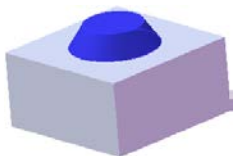
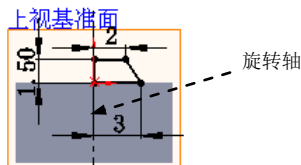

图 16.6.25 旋转 1
图 16.6.26 横断面草图
(3) 定义拉伸深度属性。
① 定义深度方向。采用系统默认的深度方向。
② 定义深度类型和深度值。在“凸台—拉伸”对话框 **方向 1** 区域的下拉列表中选择 **给定深度** 选项，在  中输入深度值 5.0。
(4) 单击  按钮，完成凸台—拉伸 1 的创建。
Step3. 创建图 16.6.25 所示的零件基础特征——旋转 1。
(1) 选择命令。选择下拉菜单 **插入(I)** → **凸台/基体(B)** → **旋转(R)...** 命令。
(2) 定义特征的横断面草图。
① 定义草图基准面。选取上视基准面作为草图基准面。
② 定义横断面草图。在草图环境中绘制图 16.6.26 所示的横断面草图。
(3) 定义旋转轴线。采用图 16.6.26 所示的中心线作为旋转轴线。
(4) 定义旋转属性。
① 定义旋转方向。在“旋转”对话框 **方向 1** 区域的下拉列表中选择 **给定深度** 选项, 采用系统默认的旋转方向。
② 定义旋转角度。在 **方向 1** 区域的  文本框中输入数值 360.0, 选中 ☒ **合并结果(M)** 复选框。
(5) 单击对话框中的  按钮, 完成旋转 1 的创建。